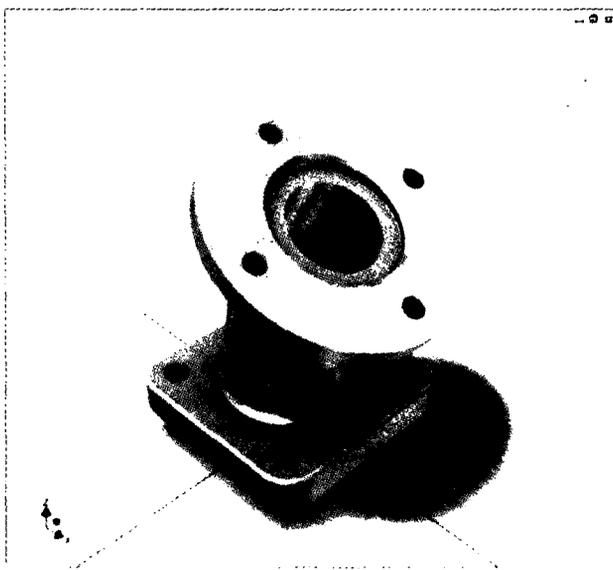

Рис. 1.22. Некоторые изменения могут исказить реальность, но добавляют энергии в виды
9. Нажмите **F6**, чтобы вернуться к главному виду, ваш экран должен выглядеть как на рис. 1.22. Оставьте файл открытым для следующего упражнения.